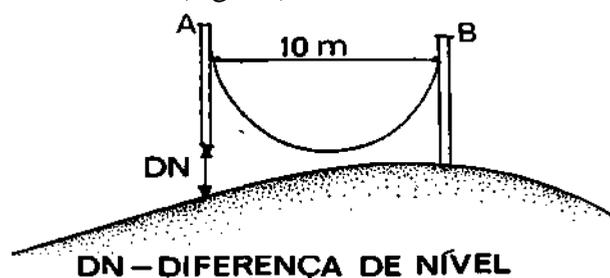

fig. 2
- d) Coloque a régua fixa (A) no ponto mais alto do terreno.
- e) Leve a outra régua (B), que tem a reguinha corrediça na parte de trás, a 10 metros de distância, seguindo a linha de maior caimento do terreno.
- f) Suspenda a parte móvel da régua (B) até que o nível da água seja igual nas 2 réguas e leia a altura a que ela se deslocou (fig. 2).